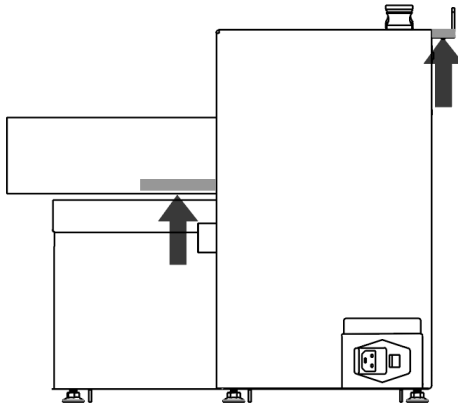

Figure 4 Points de levage du docker
**AVERTISSEMENT** : ÉQUIPEMENT LOURD – Demandez TOUJOURS à plus d'une personne de déballer et de déplacer cet équipement de la palette d'expédition à l'aide des points de levage (Figure 4). Consultez la section Spécifications pour connaître le poids du docker. Le non-respect de cette consigne peut entraîner des blessures corporelles.